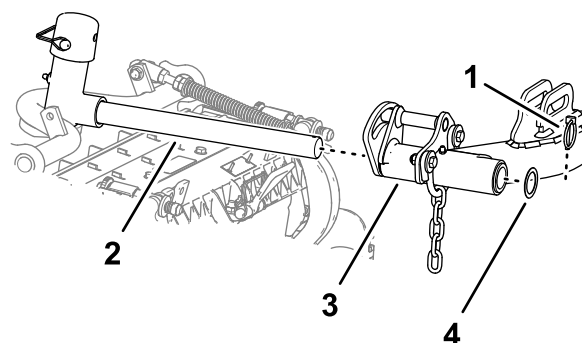

Figura 30
5. Deslize a unidade de corte sob o braço de elevação (Figura 30).